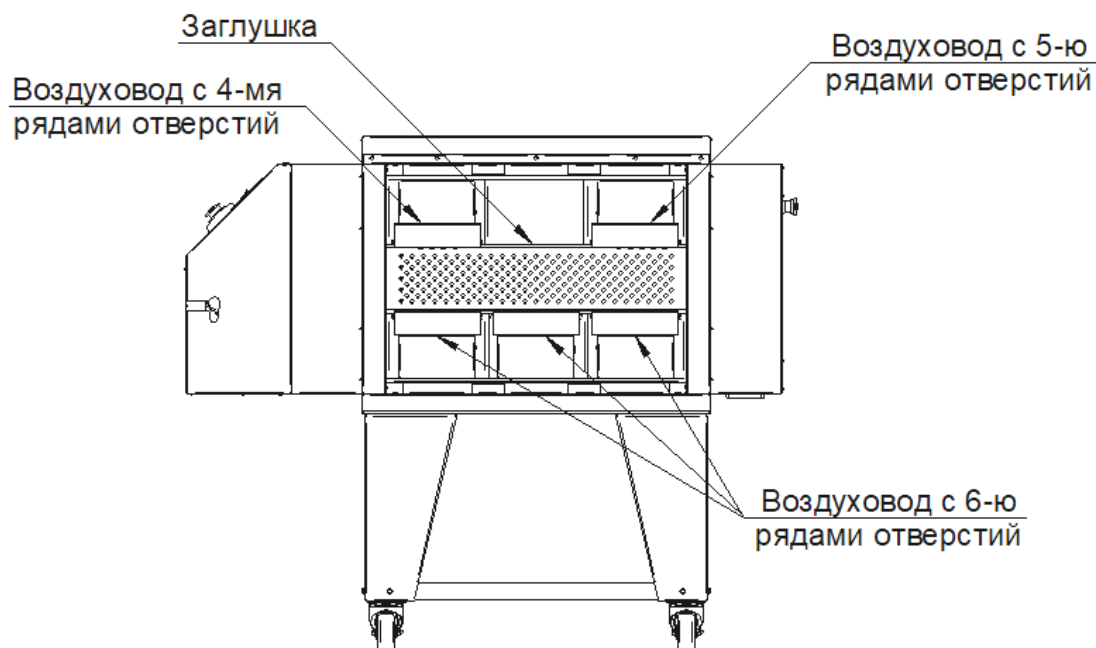

Рис. 15
7. Установить все снятые элементы в обратной последовательности. Заводская схема установки воздуховодов указана на Рис. 15.